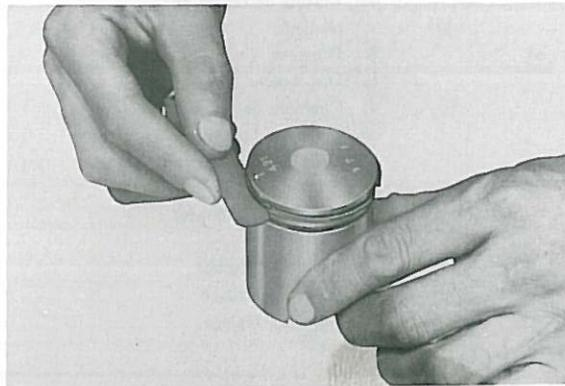

Fig. 3-3-16
4. With rings installed in grooves, insert feeler gauge between ring side and groove. If beyond tolerance, replace ring and/or piston as required. (Fig. 3-3-16)
4. Les segments étant en place dans les gorges du piston, mesurer le jeu latéral à l'aide d'une lame de calibre insérée entre le segment et le bord de la gorge. Si ce jeu dépasse la tolérance, remplacer les segments et/ou le piston, suivant les besoins. (Fig. 3-3-16)
4. Ringe in die Ringnuten des Kolbens einlegen und eine Fühlerlehre zwischen Ringseite und Nut einfügen. Falls außerhalb der Toleranz, Ring und/oder Kolben auswechseln. (Fig. 3-3-16)